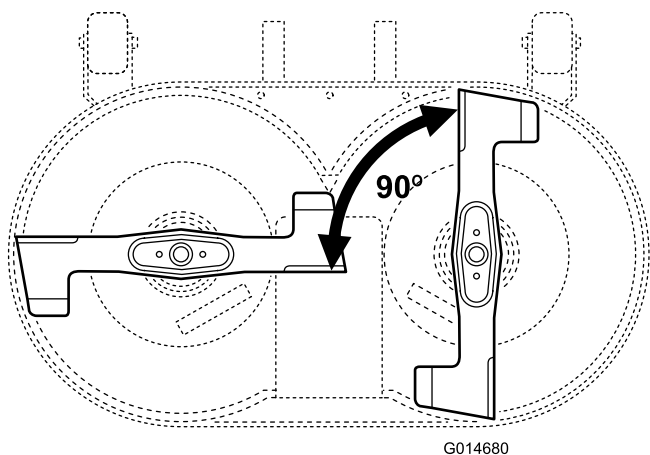

Figura 40
2. Posizionate le lame a 90° l'una dall'altra (Figura 40).